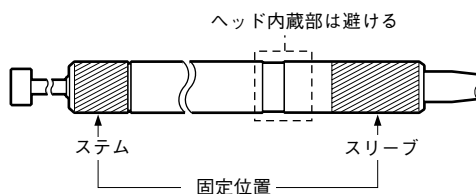

図1.取付固定位置
- 本測長ユニットの取付位置は、ステムおよびスリーブの位置(図1の斜線部)です。機銘ラベルの部分にはヘッドが内蔵されていますので、この部分は絶対に固定しないでください。また、測長ユニットの取付姿勢は測定精度に影響しますので、100 mmあたり0.2 mm以内の平行度となるようにしてください。